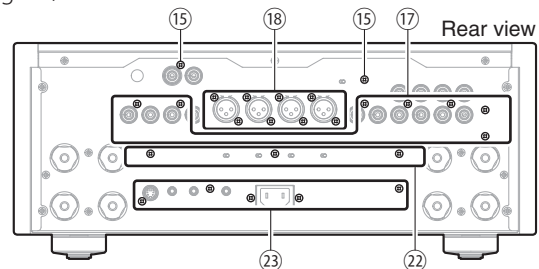
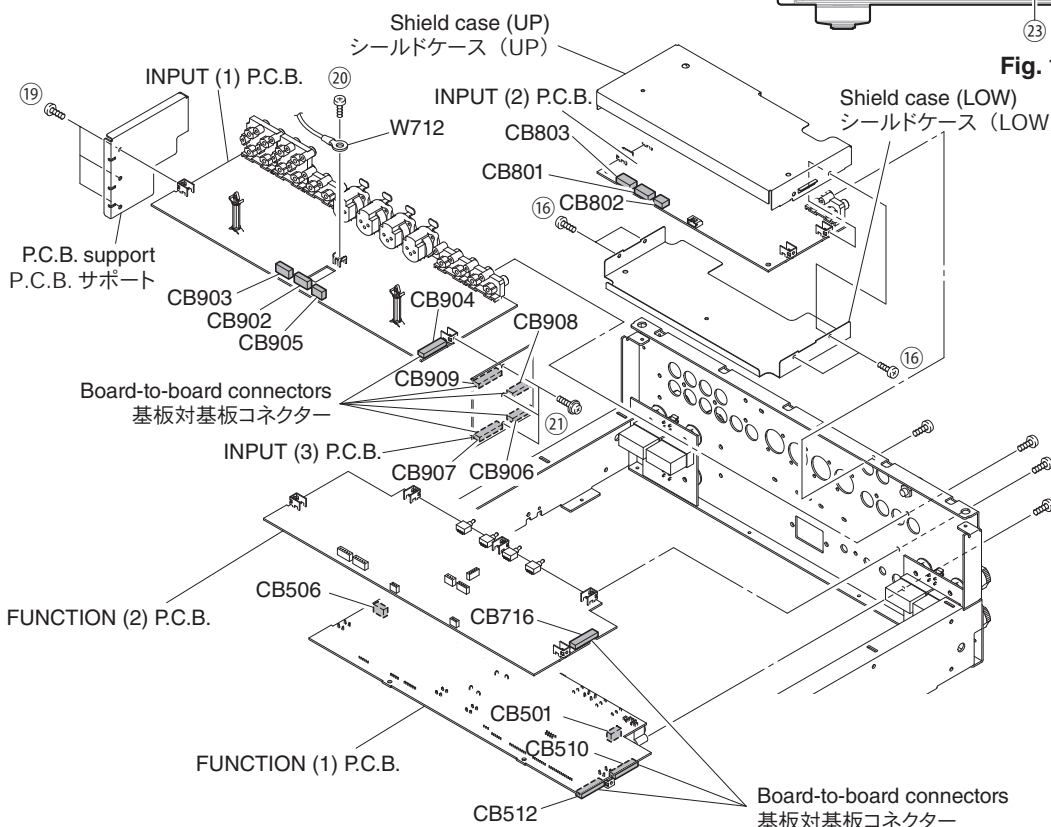

Fig. 12
Fig. 13
6. Removal of INPUT (2) P.C.B.
- Remove 2 screws (15). (Fig. 12)
- Remove 4 screws (16). (Fig. 13)
- Remove CB801, CB802 and CB803. (Fig. 13)
- Remove the shield case together with the INPUT (2) P.C.B. (Fig. 13)
7. Removal of INPUT (1) P.C.B.
- Remove 7 screws (17) and 8 screws (18). (Fig. 12)
- Remove 3 screws (19) and then remove the P.C.B. support. (Fig. 13)
- Remove screw (20) and disconnect cable. (Fig. 13)
- Remove 3 screws (21). (Fig. 13)
- Remove CB902, CB903 and CB905. (Fig. 13)
- Remove the INPUT (1) P.C.B. which is connected directly to the INPUT (3) P.C.B. with board-to-board connectors. (Fig. 13)
8. Removal of FUNCTION (1) and (2) P.C.B.
- Remove CB501 and CB506. (Fig. 13)
- Remove the FUNCTION (1) and (2) P.C.B.s which is connected directly to the INPUT (3) P.C.B. with board-to-board connectors. (Fig. 13)
6. INPUT (2) P.C.B.の外し方
- 15のネジ2本を外します。(Fig. 12)
- 16のネジ4本を外します。(Fig. 13)
- CB801、CB802、CB803を外します。(Fig. 13)
- シールドケースと一緒にINPUT (2) P.C.B.を外します。(Fig. 13)
7. INPUT (1) P.C.B.の外し方
- 17のネジ7本、18のネジ8本を外します。(Fig. 12)
- 19のネジ3本を外し、P.C.B. サポートを外します。(Fig. 13)
- 20のネジ1本を外し、ケーブル1本を外します。(Fig. 13)
- 21のネジ3本を外します。(Fig. 13)
- CB902、CB903、CB905を外します。(Fig. 13)
- INPUT (1) P.C.B.を外します。(Fig. 13)
ただし、INPUT (1) P.C.B.はINPUT (3) P.C.B.に基板対基板コネクタで直接接続されています。(Fig. 13)
8. FUNCTION (1)、(2) P.C.B.の外し方
- 22のネジ3本、23のネジ5本を外します。(Fig. 12)